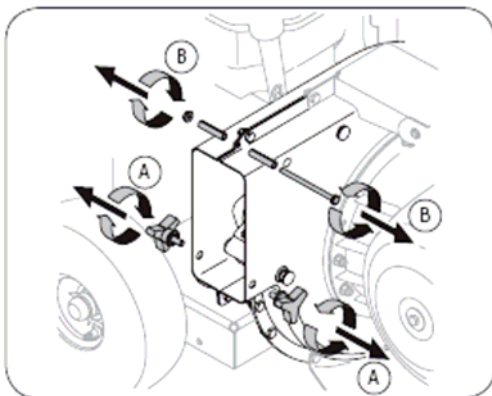

Figure 3
1. Снимите зажимные барашки, расположенные с обеих сторон на нижней части корпуса рабочего колеса (смотри рисунок 3).